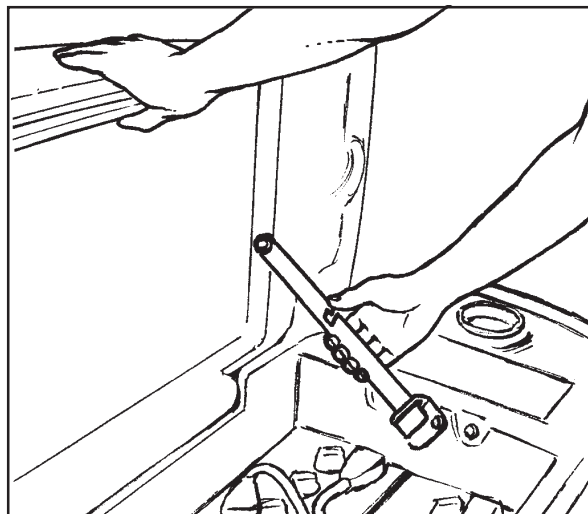

Figure 29A
1. Pour vérifier les batteries, faites basculer le réservoir de récupération jusqu'à ce qu'il soit verrouillé en position complètement ouverte. Voir figure 29A. Pour fermer le réservoir, tirez sur le bras de verrouillage puis abaissez lentement le réservoir jusqu'à la position fermée.